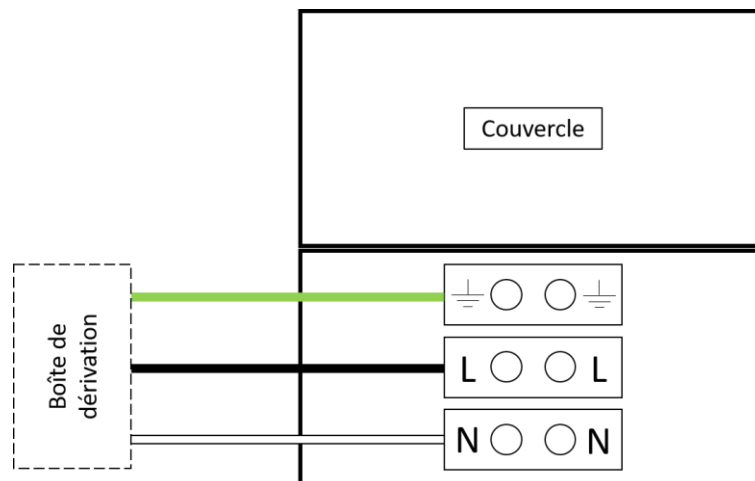

Fig. 47 *Exemple du bornier assemblé.*
- B. Enlever les bornes à vis du bornier et brancher les câbles d'alimentation (du projecteur et externes) comme indiqué sur la Figure 47: câble de protection de terre (vert) à la borne en haut, câble de la phase L (noir) à la borne centrale et câble du neutre N (blanc) à la borne en bas.